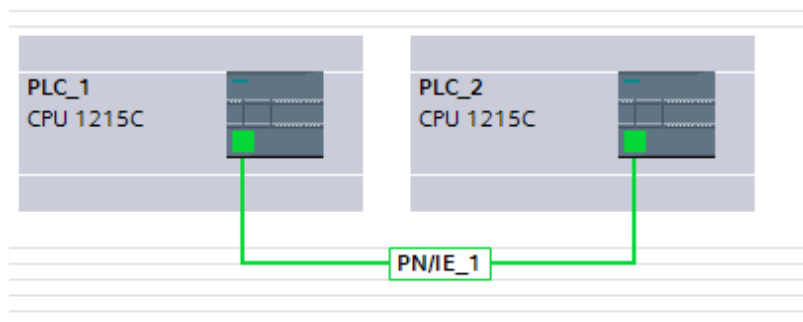

Rys. 2
4. Po dodaniu sterowników okno **Project tree** powinno wyglądać jak na rys. 2.